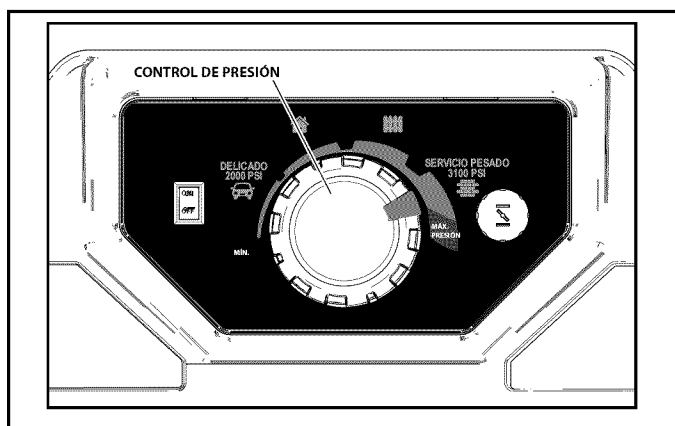

Figura 5-3. Selector de potencia
2. Gire la perilla de control de presión a la posición mostrada en la etiqueta "Arranque"(Ítem núm. 2) (Figura 5-3).